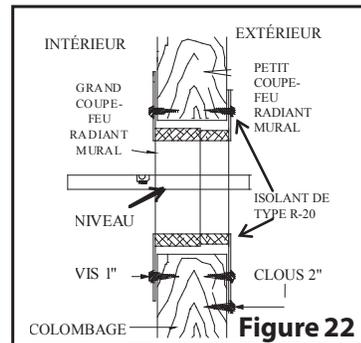

Figure 22
Étape 2. Murs de bois : Placez la moitié du coupe feu radiant murale isolée (XRSM) dans le trou depuis l'extérieur. Clouez en place à l'aide de (4) clous de 2 po ou de vis de 1 po. Ce couple feu peut être ajustée de 7 po à 12 po. Assurez-vous que le matelas isolant est coupé de la bonne longueur en fonction de l'épaisseur du mur. De l'intérieur enrrouler le matelas isolant autour du tube de la moitié du coupe tev radiant installé. Enrouler la tôle métallique autour du matelas isolant et la refermer. glisser l'autre moitié de la bague murale isolée par l'intérieur sur partie extérieure.(voir Figure 22).
REMARQUE : La cavité entourant le coupe radiation doit être remplie de l' isolation (voir Figure 22).